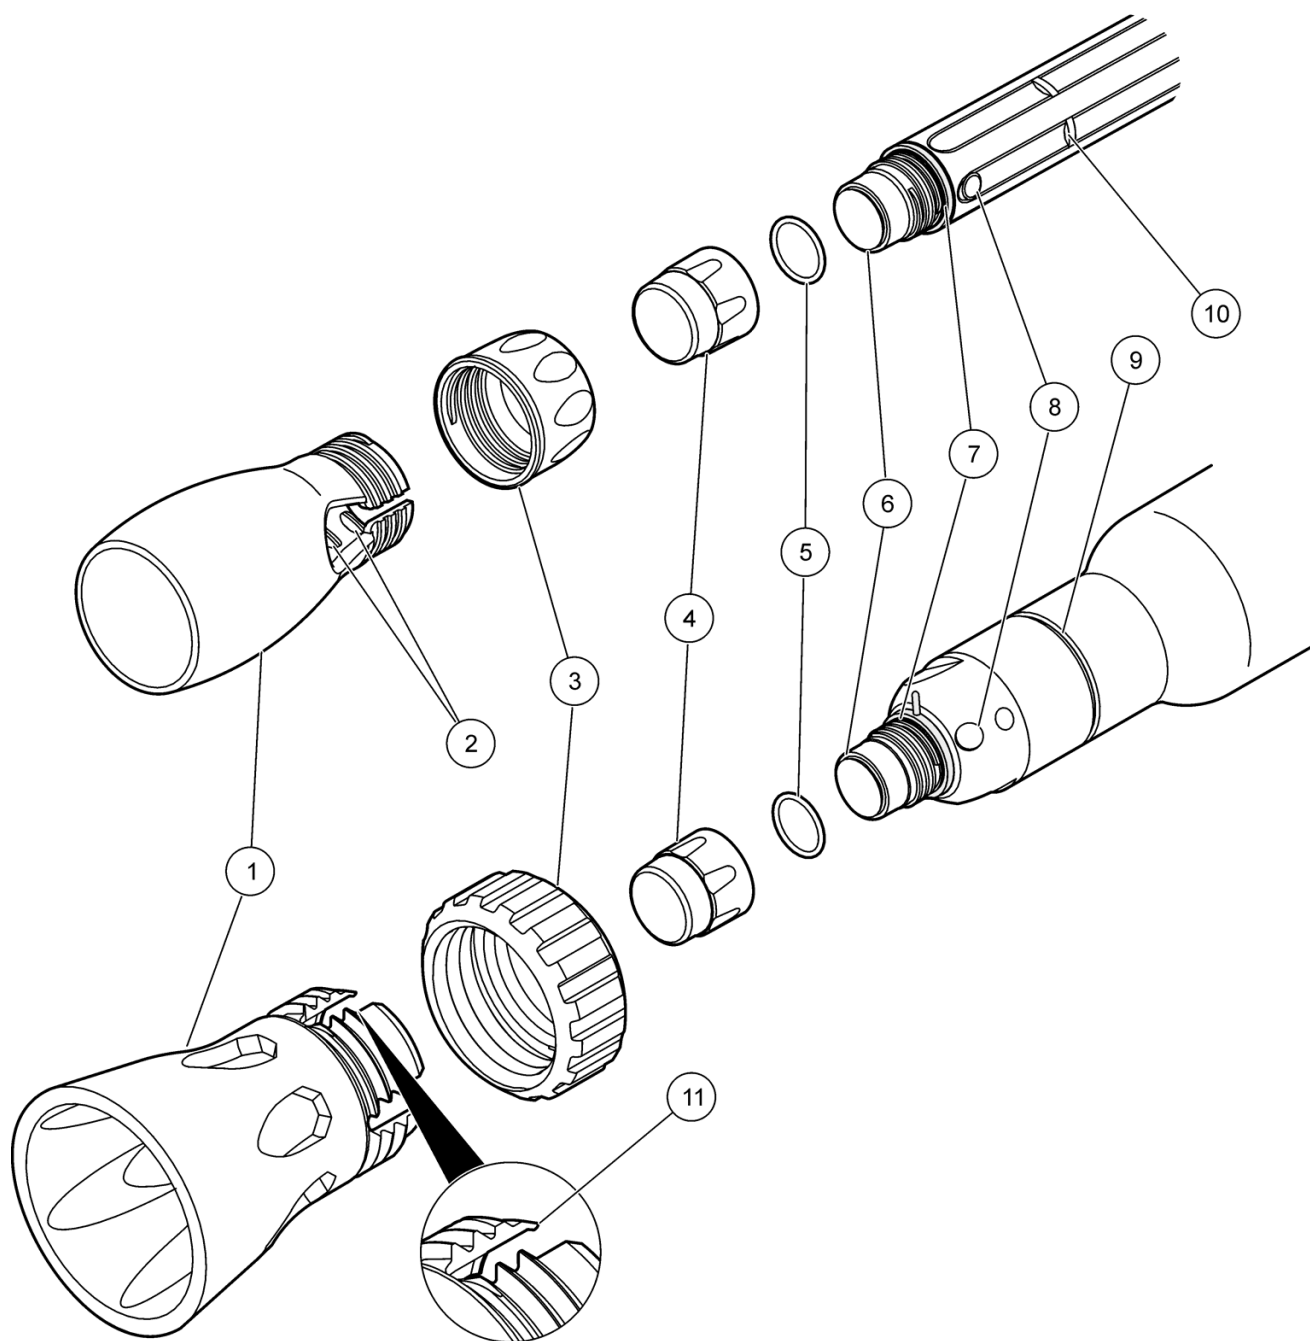

Figure 3 Vue éclatée du capteur
2. Glisser le capot sur la sonde jusqu'en appui sur la gorge de verrouillage (renforcé) ou les renforts (standard). Glisser le capot de sonde standard sur la sonde standard jusqu'à l'alignement des crêtes de verrouillage intérieures entre les renforts de la sonde. Tourner légèrement jusqu'à la mise en appui du capot (Figure 3).